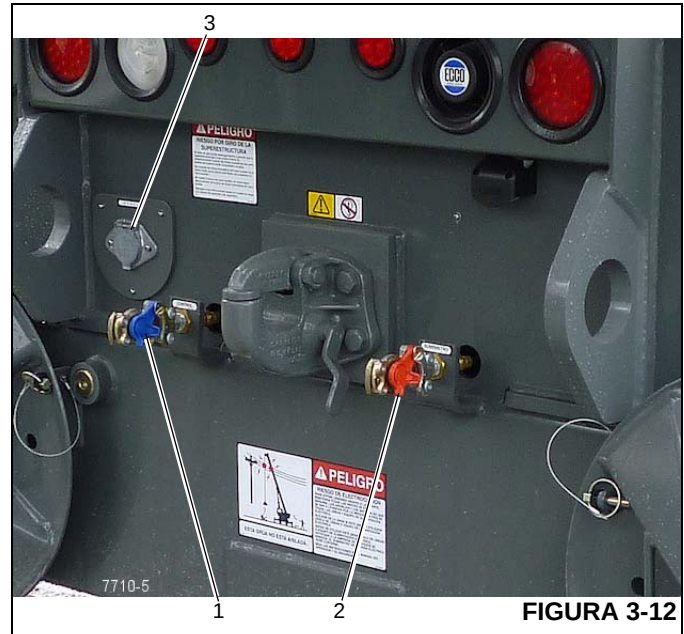

FIGURA 3-12
5. Conecte el conector de control (azul) 1, (Figura 3-12) a la parte trasera de la grúa.
6. Conecte el conector (2) de alimentación del freno (rojo) a la parte trasera de la grúa.
7. Conecte el cable eléctrico (3) a la grúa.